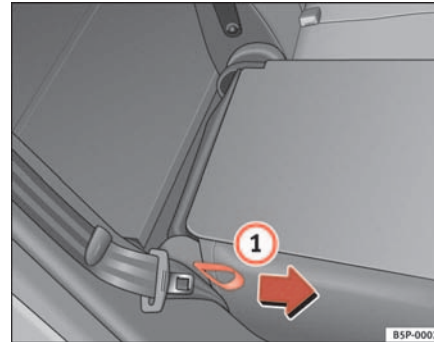

Abb. 99 Umklappen bzw. Aufrechtstellen der Rück-
- Ziehen Sie die seitliche Zugschleife am Sitz ⇒ Abb. 99 **1** in Pfeilrichtung und klappen Sie die Lehne hoch bis sie einrastet.